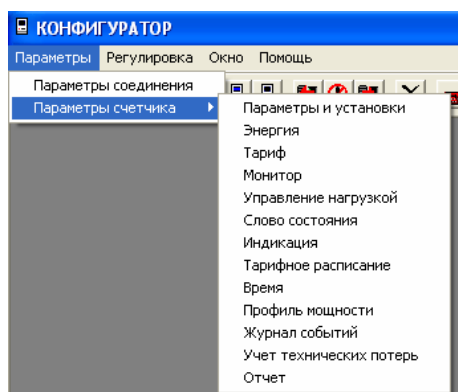

Рис.9
6. при открытии пункта «Параметры счетчика» появляется группа пунктов меню, необходимых для работы со счетчиком (рис.9).